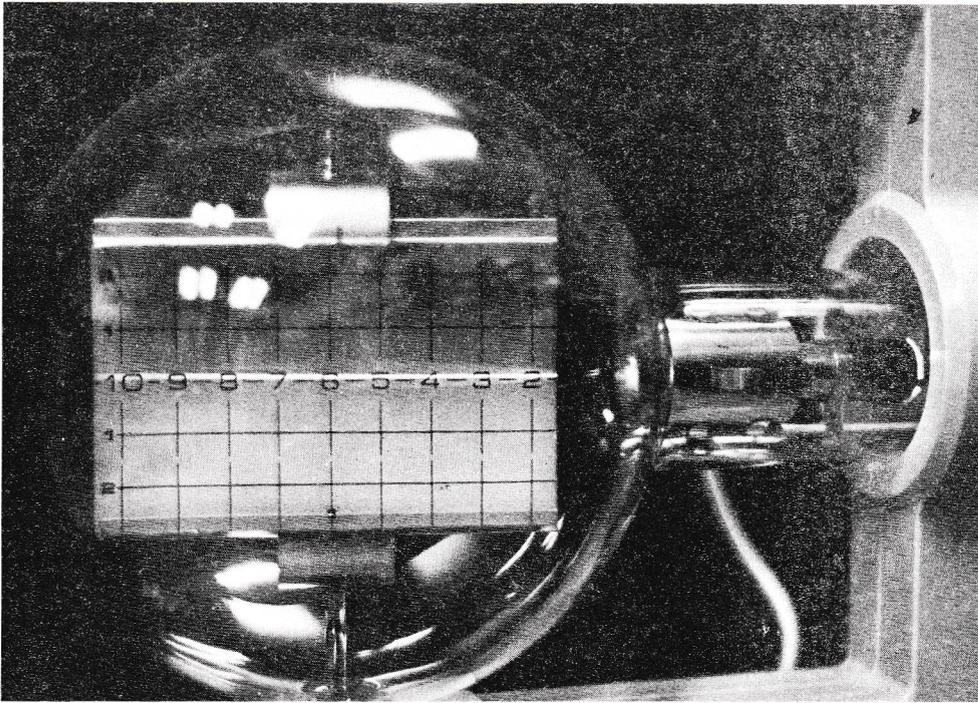

Figure 17
En l'absence de forces transversales, les électrons émis par le canon de la figure 3 se propagent en ligne droite jusqu'à leur rencontre avec l'écran, et donnent un spot au centre de ce dernier. On peut le vérifier sur le tube cathodique de la **figure 17** : il s'agit d'un tube expérimental destiné à l'enseignement (3), qui contient un écran fluorescent parallèle à l'axe du canon, et permet ainsi de matérialiser la trajectoire des électrons.